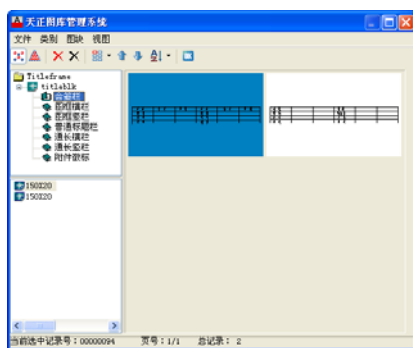

图 12-27 【天正图库管理系统】对话框
- “会签栏”选项：勾选此项，允许在图框左上角加入会签栏；单击右边的按钮，打开如图 12-27 所示的【天正图库管理系统】对话框，在其中可以选取预先入库的会签栏。